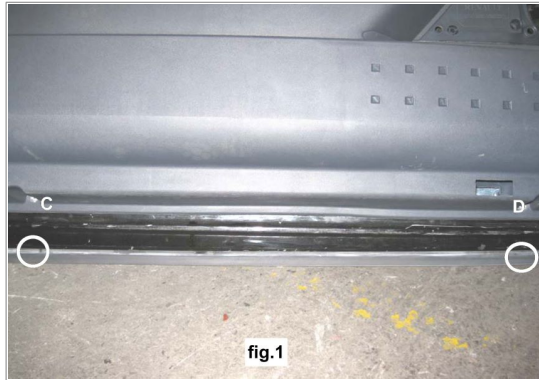

fig.1
- D) Schließen Sie den Kompaktstecker an den Fensterheber an und bringen Sie die Türverkleidung in Position (siehe fig. 1); befestigen Sie den Fensterheber an den Befestigungspunkten C und D, diese Schrauben noch nicht festziehen.
- D) Inserir o conector do cabo da porta na central da máquina de vidro e posicionar o painel da porta como indicado na fig. 1 fixando também os pontos C e D sem bloqueá-lo totalmente.
- D) Inserire il connettore del cablaggio porta nella centralina dell'alzacristallo e posizionare il pannello porta come da fig.1 fissando gli ulteriori punti C e D senza bloccare del tutto.